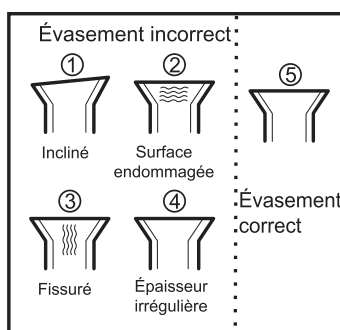

Fig. 7
- Évasez les tuyaux ; insérez la sortie du tuyau dans l'écrou en cuivre avant d'évaser le tuyau. Assurez-vous que le trou est plan avec une surface correcte et une épaisseur régulière. (Fig. 7).